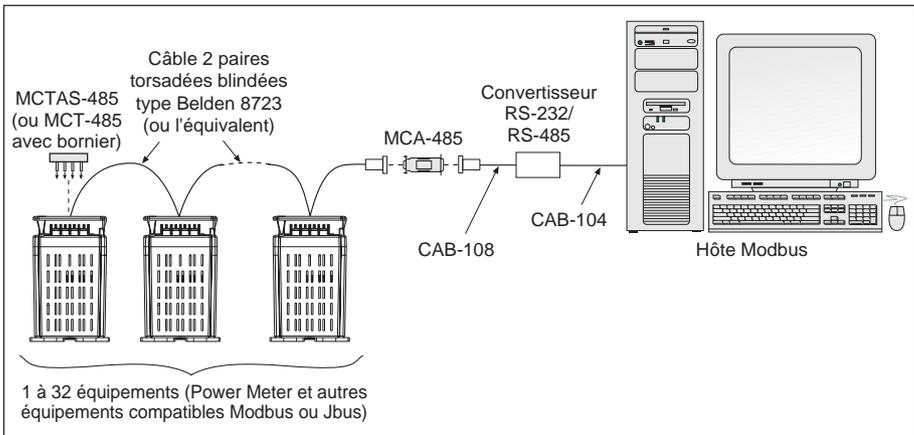

Figure 6-4 : Power Meter connectés à un PC via le port série
- Raccorder jusqu'à 32 appareils Modbus ou Jbus à un PC (figure 6-4). Voir **Longueur de la liaison de communications** dans ce chapitre pour connaître les distances maximums des liaisons de communication en fonction de la vitesse de transmission.